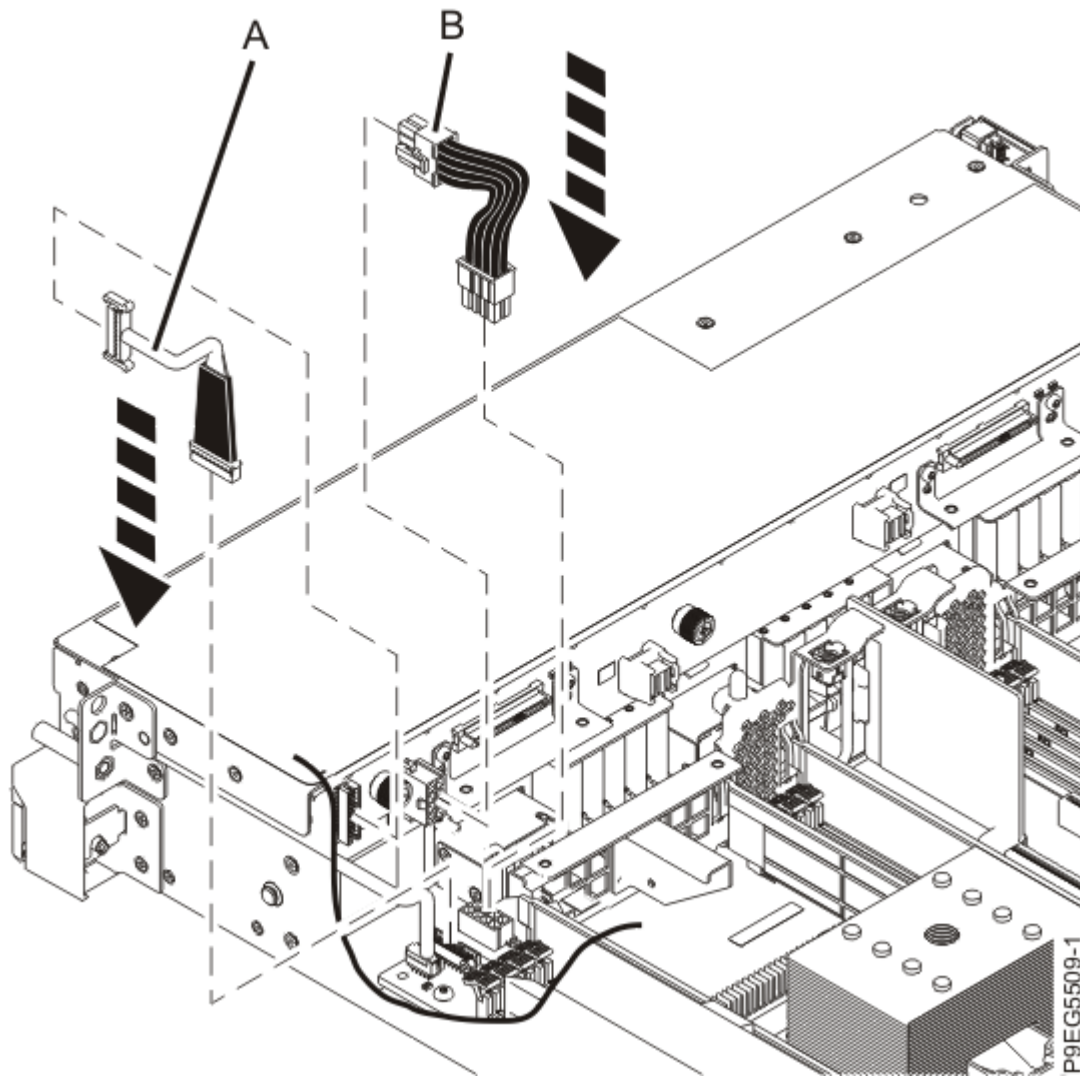

Abbildung 15. Signalkabel und Netzkabel wieder anschließen
4. Schließen Sie das Signalkabel **(A)** und das Netzkabel **(B)** mithilfe Ihrer Beschriftungen wieder an die Plattenlaufwerksrückwandplatine an (siehe Abbildung 15 auf Seite 17).